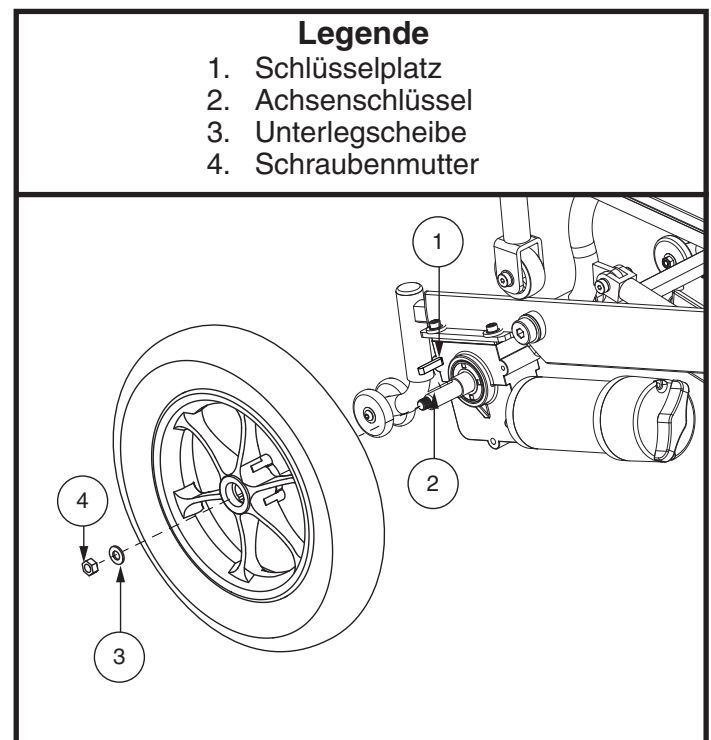

Abb. 15. Antriebsrad
3. Entfernen Sie die Schraubenmutter des Antriebsrades von der Radnabe. **Siehe Abb. 15.**